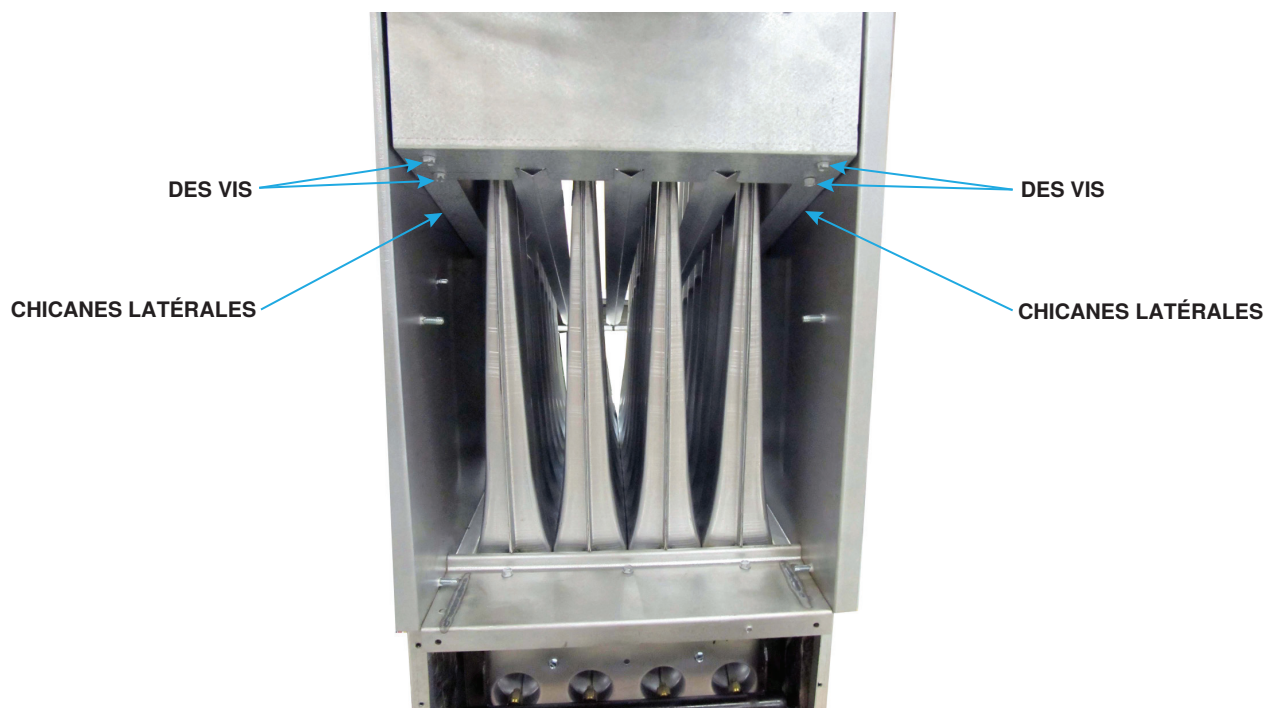

Figure 4. Retirez les chicanes latérales
2. Retirez les chicanes latérales (voir Figure 4) :